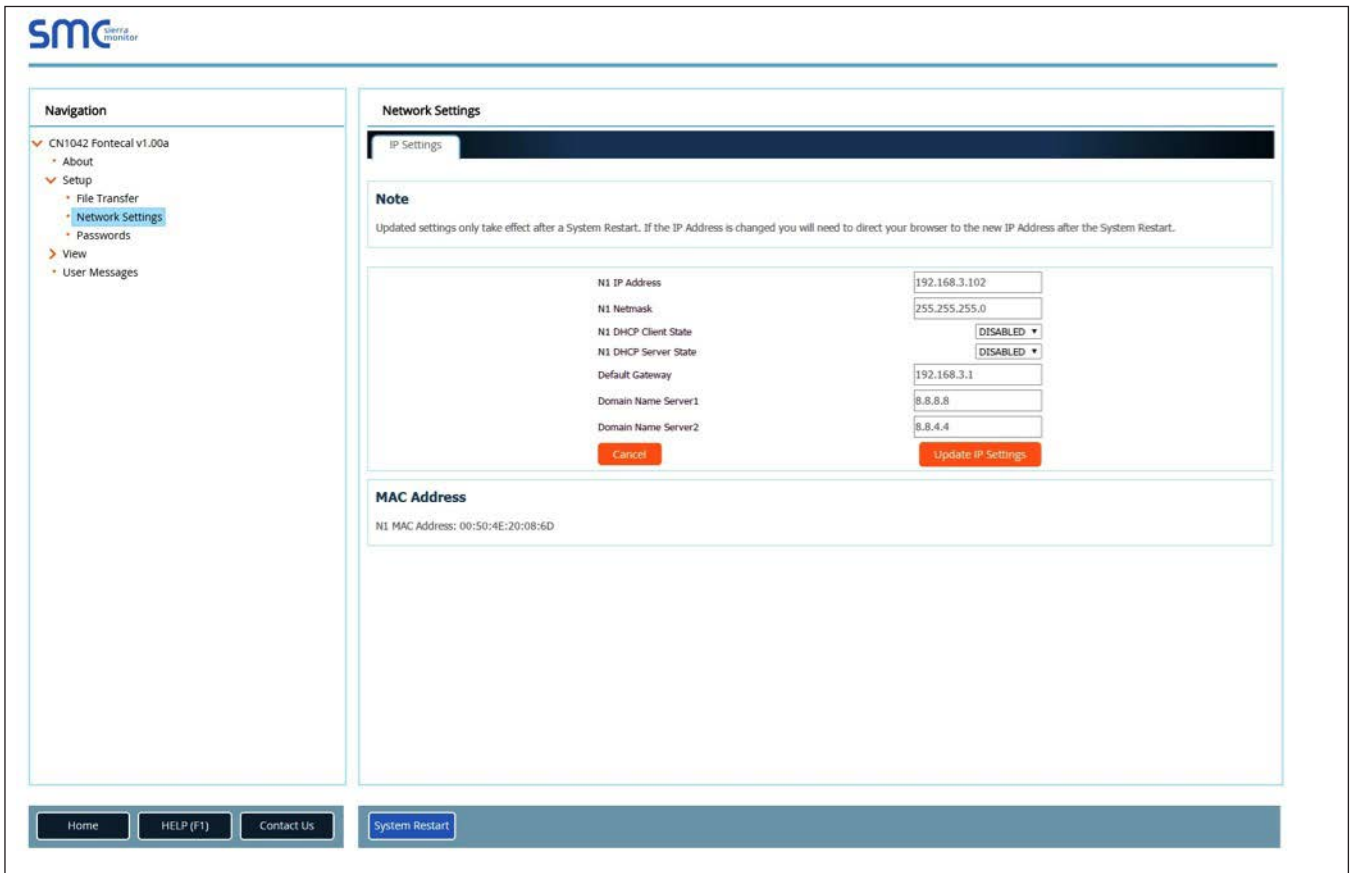

Fig. 28 Modification de l'adresse IP via l'interface utilisateur graphique FST
- ▶ À partir de la page de destination de l'interface utilisateur graphique FST, cliquer sur « Configuration » pour développer l'arborescence de navigation, puis sélectionner « Paramètres réseau » pour accéder au menu Paramètres IP. (Fig. 28)